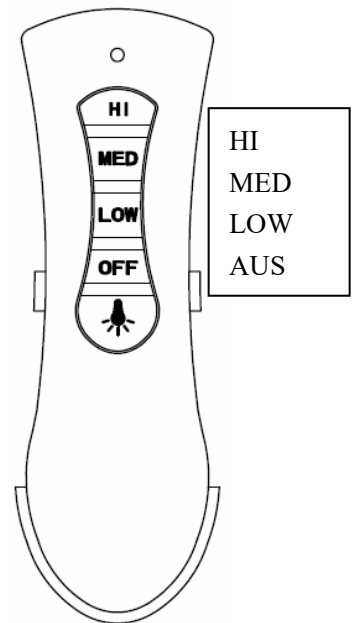

Abb. 11b
3. Setzen Sie die Fernbedienung in die Halterung. (Abb. 11b)